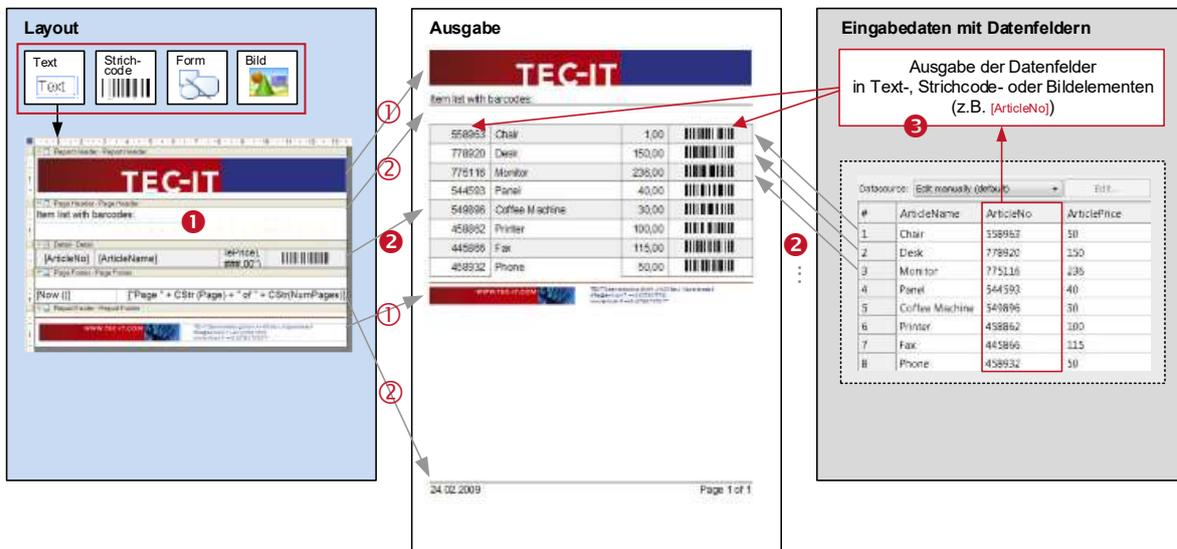

Abbildung 20: Vom Entwurf zur Ausgabe
Jedem Ausdruck liegt das Formularlayout zugrunde. Das Formularlayout nutzt verschiedene Designelemente wie Textelemente, Strichcodeelemente, grafische Elemente und Bilder, welche in den Formularbereichen platziert werden (siehe Abbildung 20, ❶).
Beim Generieren der Ausgabe wird jeder der Formularbereiche wiederholt ausgegeben: Der *Detailbereich* wird üblicherweise einmal pro Datensatz gedruckt (siehe Abbildung 20, ②). Der *Seitenkopf* und der *Seitenfuß* werden automatisch am Anfang bzw. am Ende jeder Seite hinzugefügt (siehe Abbildung 20, ②). Der *Berichtskopf* und der *Berichtsfuß* werden jeweils am Beginn und am Ende des Berichts gedruckt (siehe Abbildung 20, ①). Auf diese Weise setzt sich der fertige Ausdruck zusammen.
Für dynamische Inhalte werden spezielle Ausdrücke verwendet (Datenfelder, Formeln). Diese werden während des Druckens aufgelöst und die eigentlichen Daten werden eingefügt (siehe Abbildung 20, ③).